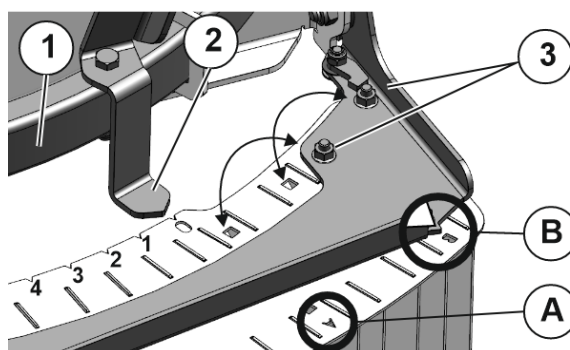

Bild 66
2. Flytta lamellblocket på styrningsbygeln (Bild 66/1) tills visaren (Bild 66/2) står på det värde från spridningstabellen som ska ställas in.